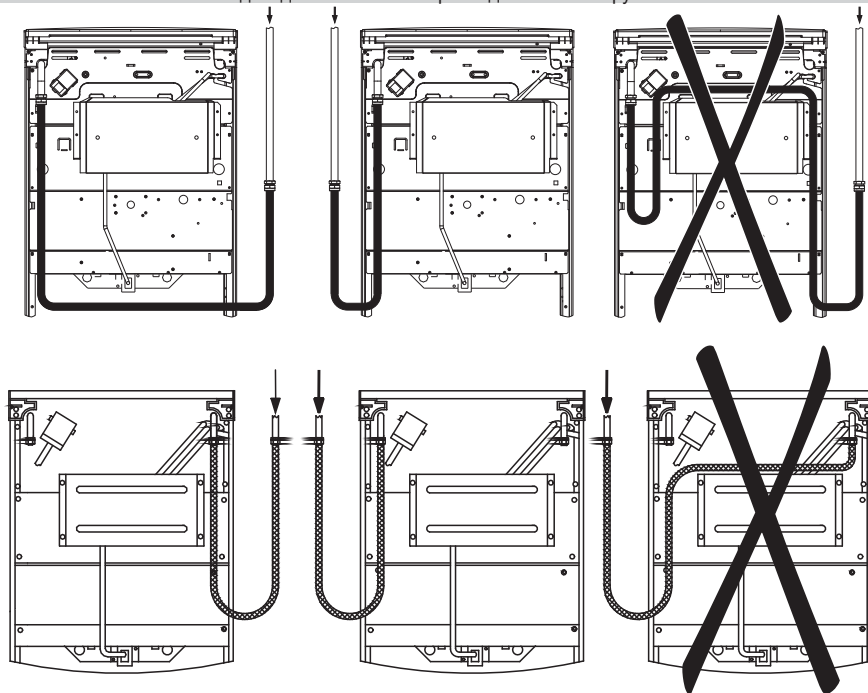

рис. 5
- гибкий присоединительный рукав не должен проходить в зоне горячего воздуха дымохода и касаться задней стенки плиты (рис. 5);
ПОМНИТЕ! После установки плиты на место обязательно проверьте положение гибкого шланга подвода газа (рис. 5). Он не должен проходить над дымоходом и касаться задней стенки плиты. Во время работы духовки там возникает высокая температура, которая может его повредить.